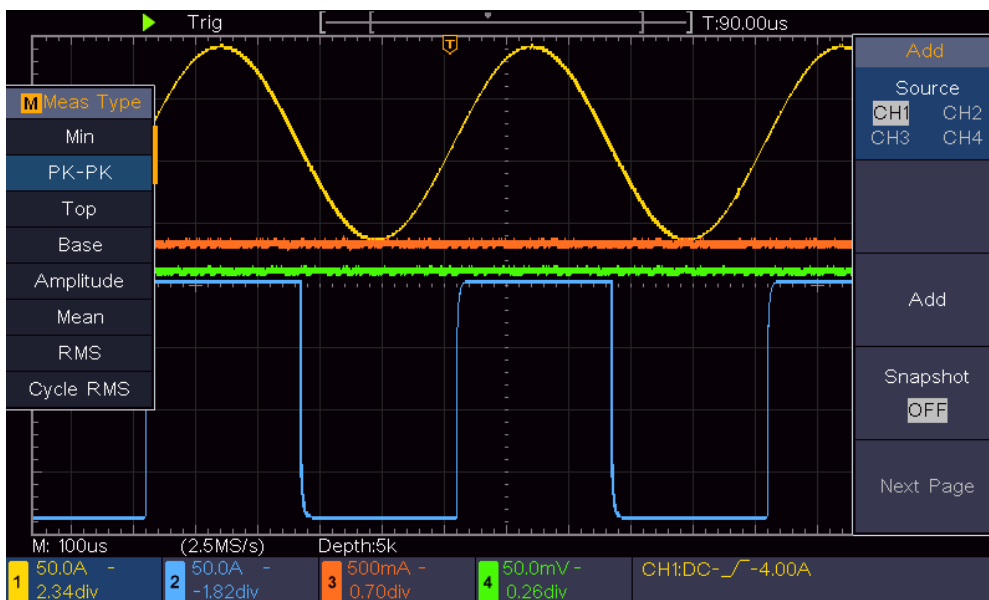

Figure 6-2 PK-PK自動測定アイテムを選択
- (1) **Autoset**キーを押して、2つのチャンネルの波形を適切に表示させます。
- (2) **Measure**を押して自動測定メニューを開きます。
- (3) 右メニューの**Source**で **CH1** を選択します。
- (4) 左メニューで **M/P**を回して **PK-PK** を選択します。
- (5) 右メニューで **Add**を押して**CH1**の **PK-PK** を追加します。
- (6) 右メニューの**Source**で **CH2** を選択します。
- (7) 左メニューで **PK-PK** を選択したまま、右メニューで **Add**を押して**CH2**の **PK-PK** を追加します。
- (8) 画面左下からCH1（入力信号）とCH2（出力信号）のピーク・トゥ・ピーク電圧値を読み取ります。（Figure 6-2）
- (9) 下記の式でアンプのゲインを算出します。